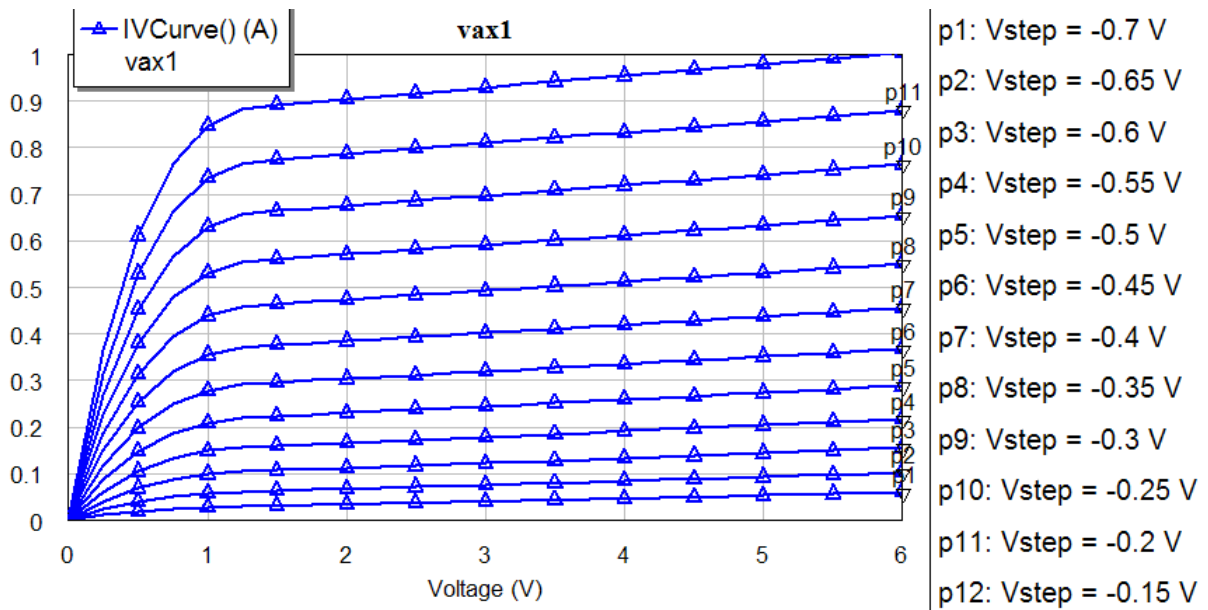

Рис. 4.4. Результаты расчета выходных ВАХ транзистора
Кликнуть на закладке графика в дереве проекта и выбрать «Add Measurement». Откроется диалоговое окно «Add Measurement» (рис. 4.4). В дереве «Measurement Type» выбрать закладку «Nonlinear», а затем пункт «Current». В качестве измеряемой характеристики определить «IVCurve» в окне «Measurement», в правом окне «Date Source Name» выбрать «vax1». Остальные окна оставить без изменений. Нажать «Apply» и «ОК». В дереве проектов появится папка «vax1: IVCurve()».
5.3.1. Для этого выбрать команду «Analyze» в меню «Simulate». График с расчетными характеристиками появится на экране (см. рис. 4.4).